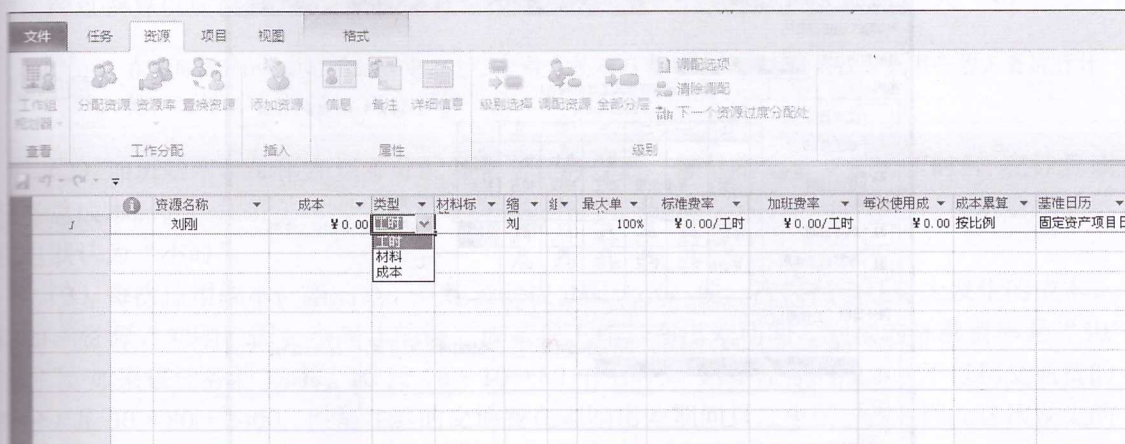
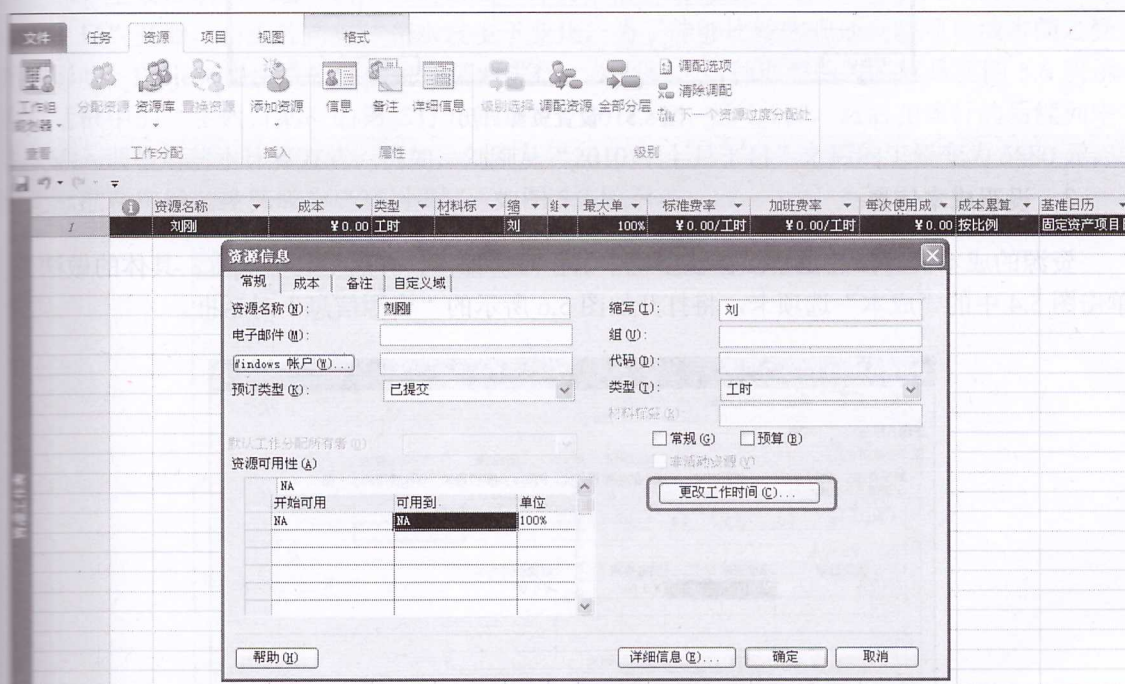
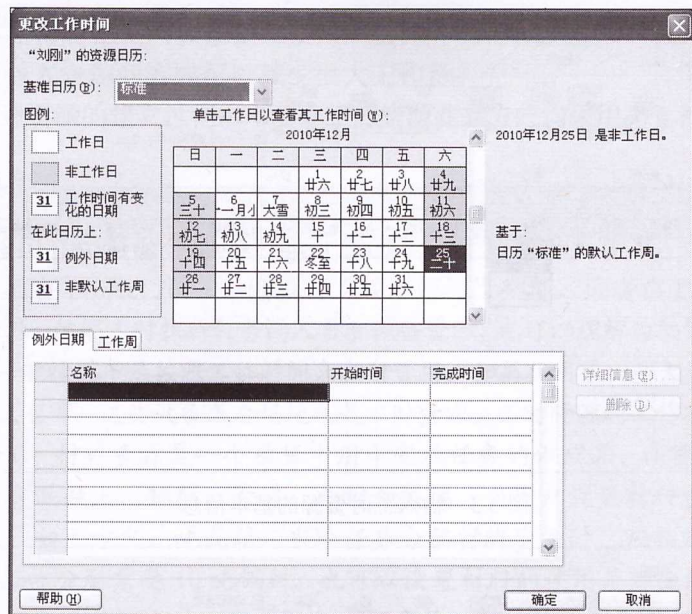
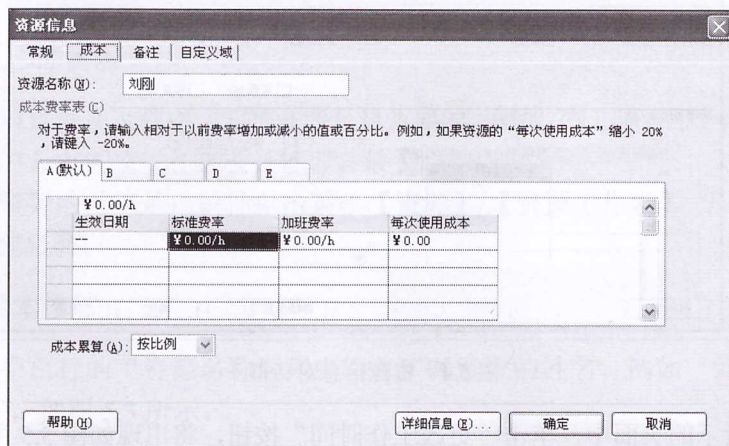

图 5.3 输入工时资源的基本信息
图 5.4 资源信息对话框
图 5.5 设置资源日历
图 5.6 设置资源成本信息
在第一个空白行的“资源名称”列中输入工时资源的姓名,例如“刘刚”。在“类型”中选择“工时”,如图 5.3 所示。
具体的设置方法是:在图 5.3 所示的“资源工作表”中双击该资源,出现如图 5.4 所示的“资源信息”对话框。
在如图 5.4 所示的页面中，单击“更改工作时间”按钮，将出现如图 5.5 所示的对话框。
在如图 5.5 所示的对话框中，根据资源的日历实际情况进行设置。
资源的成本信息指的是资源在该项目中工作时，如何计算所消耗的成本。具体的做法是单击图 5.4 中的“成本”选项卡，将打开如图 5.6 所示的“资源信息”对话框。
在图 5.6 中，用户可以输入有关该资源成本费率的信息，具体代表的意义如下。
(2) 加班费率。如果在资源分配到某一任务以后，额外指定了“加班工时”，在计算该任务总成本时候，加班工时部分的成本将按照该“加班费率”的输入值计算。加班费率的单位也默认为“小时”。
(3) 每次使用成本。指的是一旦该资源被分配一次，便一次性在该任务上发生的成本。例如，资源“刘刚”需要出差才能够完成某项工作。在出差期间，刘刚的标准费率是“30/小时”。如果该任务的工时是 10 天（ $8 \times 10 = 80$ 个工时），则该任务的成本（不包括交通费的部分）是 $30 \times 80 = 2400$ ；但是往返的交通费在刘刚出差期间只发生了一次，因此这次发生的交通费就被称为“每次使用成本”。
(4) 生效日期。生效日期指的是以上 3 种费率信息的有效时间区间。例如，从“2011 年 1 月 1 日”开始，由于公司整体薪水发生了变化，为了能够比较客观地反映项目成本随之受到的影响，Project 中所有资源的费率需要进行一次调整。这种调整的方式就是在图 5.6 所示的对话框中的“生效日期”的第二行开始指定“2011 年 1 月 1 日”，然后在该行的后续列中依次输入调整后薪水计算方式。例如，刘刚从“2010 年 1 月 1 日”之后的工资变为 5880 元，因此标准费率经过换算成为“35/小时”，如图 5.7 所示。